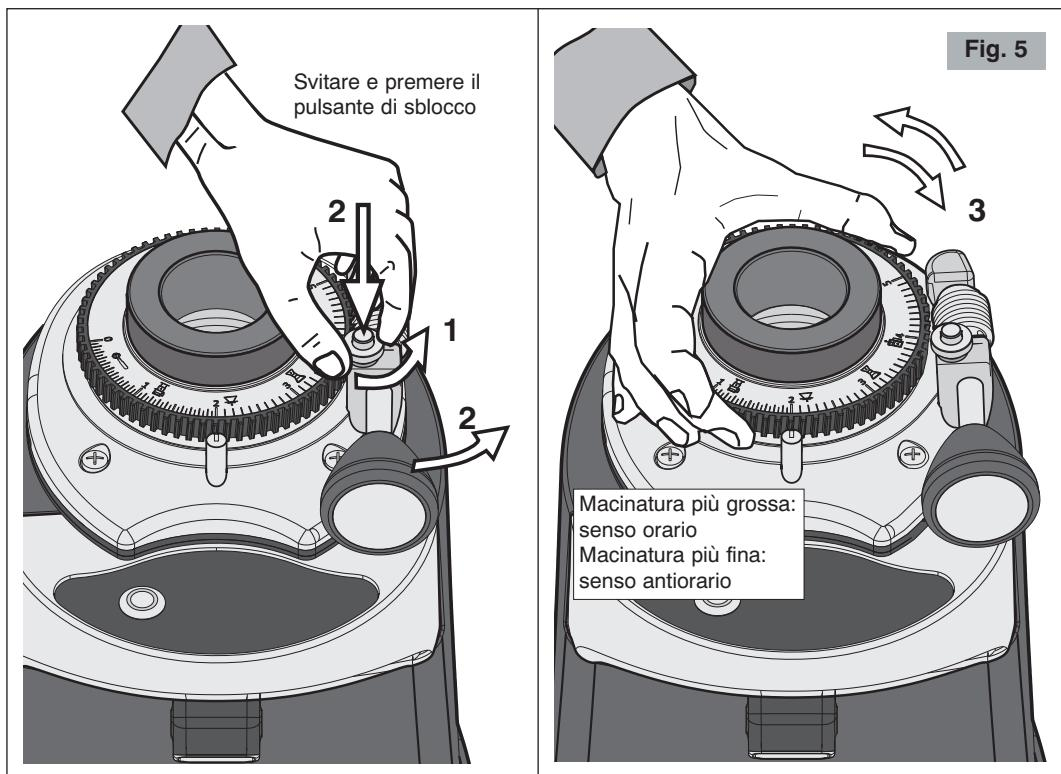

Fig. 5
- È possibile velocizzare le operazioni di regolazione ruotando direttamente la ghiera dentata (4 Fig. 1) (vedere Fig. 5 - 1, 2, 3), dopo averla preventivamente sbloccata svitando e premendo il pulsante di sblocco (5 Fig. 1) e allontanando il blocco di regolazione.